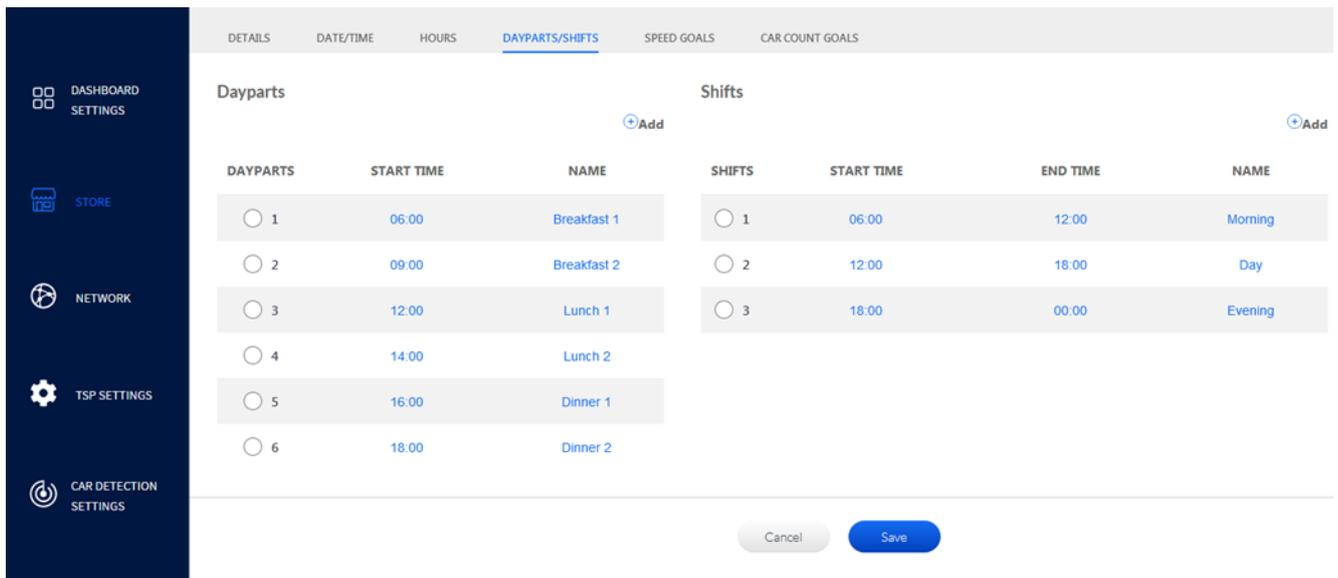

Abb. 4.4
**Beispiel:** In Abb. 4.4 sind unter **DAYPARTS** sechs Tageszeiten verschiedener Länge im 24-Stunden-Format aufgeführt. Tageszeit 2 wurde „Breakfast 2“ (Frühstück 2) genannt. Das Segment beginnt um 9 Uhr und endet mit Beginn der Tageszeit 3, hier „Lunch 1“, zur Mittagszeit um 12 Uhr. **Tageszeiten können gleich oder verschieden lang sein.** Wenn Sie Ihren Arbeitstag in viele kleine Tageszeiten unterteilen, müssen Sie eventuell herunterscrollen, um alle Tageszeiten anzusehen.
In Abb. 4.4 sind unter **SHIFTS** außerdem drei 6-stündige Schichten aufgeführt. Es beginnt mit der Frühschicht um 6 Uhr und endet mit der Nachtschicht, die von 18 Uhr bis 0 Uhr (Mitternacht) geht. Die Nummerierung in den Spalten **DAYPARTS** und **SHIFTS** passt das System automatisch an, wenn mehr Tageszeiten oder Schichten hinzugefügt werden. Die Spalten **START TIME/END TIME** und **NAME** sind benutzerdefinierte Parameter.